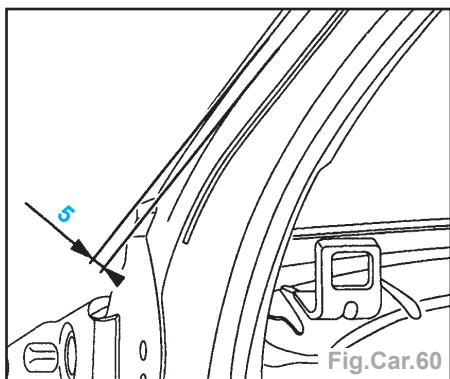

Fig. Car.60
- Reposer le support joint jet d'eau et vérifier la cote (Fig.Car.60).